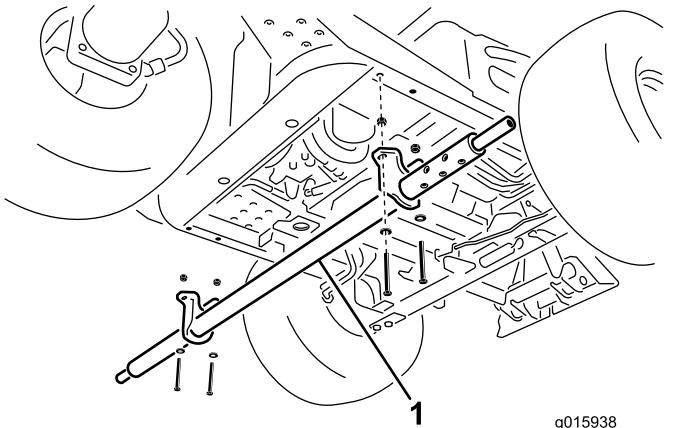

図 4
- 機体の左側から、クロスチューブ・アセンブリを機体の下に差し入れ、取り付けブラケットの穴をフレームチューブの穴に合わせる図4。